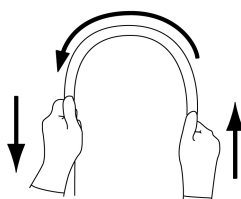

図 1
- 5.挿入部を両手で持ち、全長にわたって図 1 に示すように順次半円の頂点をずらすように曲げたときに、適切な軟らかさを有しており、軟らかさが不連続になっているなどの異常がないこと。